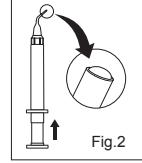

Fig. 2
- Eventuele lucht die nog in de doseertip kan zitten, wordt verwijderd door de zuiger van de spuit zachtjes voorwaarts te duwen met de tip omhoog totdat het materiaal de opening van de tip bereikt (Fig. 2).